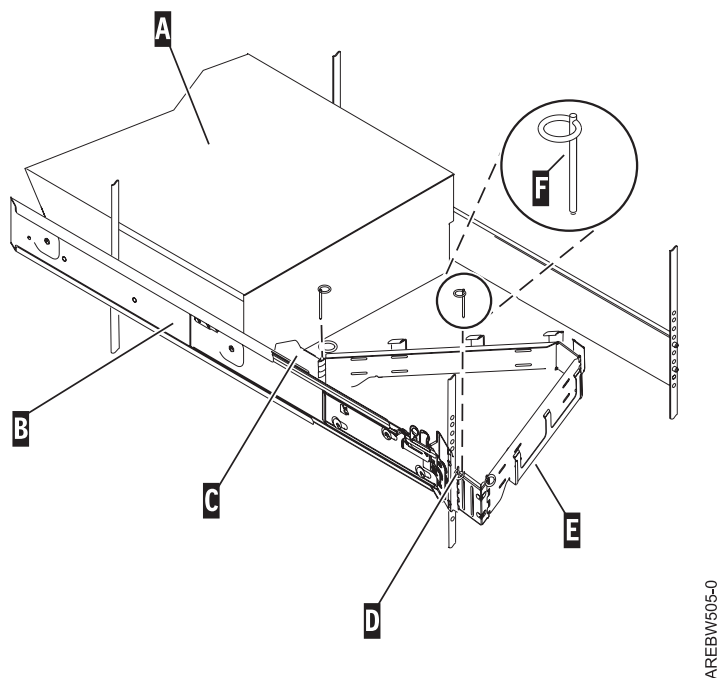

Figure 59. Fixation du bras de routage des câbles
3. Utilisez l'ergot (**F**) pour fixer le bras de routage des câbles (**E**) au châssis de l'armoire (**D**) comme illustré sur figure 59, à la page 60.
- Utilisez le deuxième ergot F pour fixer l'autre extrémité du bras de routage des câbles au rebord C qui est fixé sur la partie coulissante du guide gauche du système B (voir figure 59).